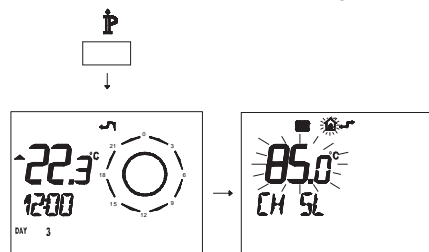

Figura 5.36
- Premere per più di 3 secondi il pulsante P per entrare in modalità *INFO* (Figura 5.36).